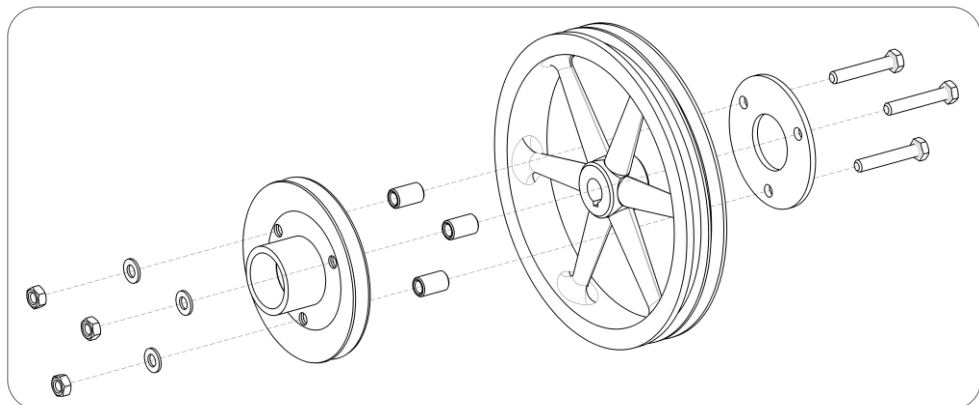

Рис.3 - Установка ведущего шкива (для МБ «Целина» и пр.)
- Для мотоблоков, со спицованным шкивом, типа «Целина» и пр. прикрутите ведущий шкив картофелевыкапывателя к большому шкиву мотоблока через прилагаемую планшайбу с противоположной стороны от шкива при помощи болтов М10х70 и распорных втулок (рис.3).